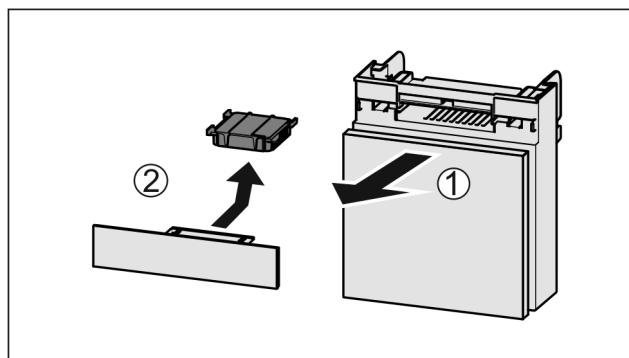

Fig. 128
- ▶ Retire el compartimiento hacia delante Fig. 128 (1).
- ▶ Retire el filtro de carbón activo Fig. 128 (2).